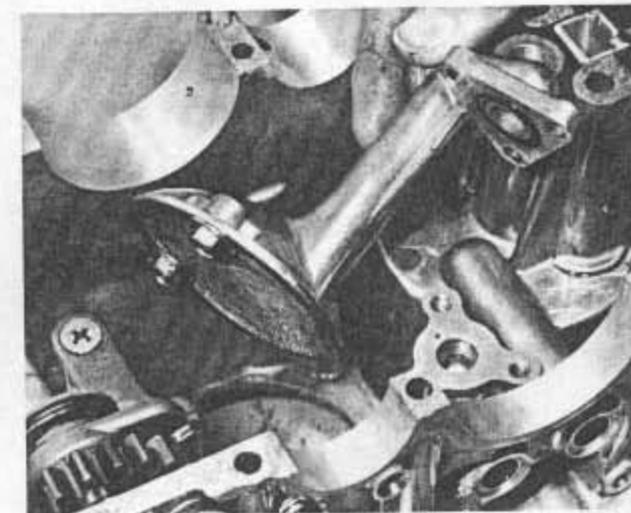

Bild 97 Ölpumpenansaugtrichter anbauen; O-Ring nicht vergessen
- Das Filtersieb wird auf den Ansaugtrichter der Ölpumpe aufgesetzt und mit Hilfe der Zunge und der beiden Schrauben gesichert. Man vergewissere sich, dass der O-Ring ins obere Ende des Ansaugtrichters eingelegt ist und baue das Ganze ein (Bild 97).